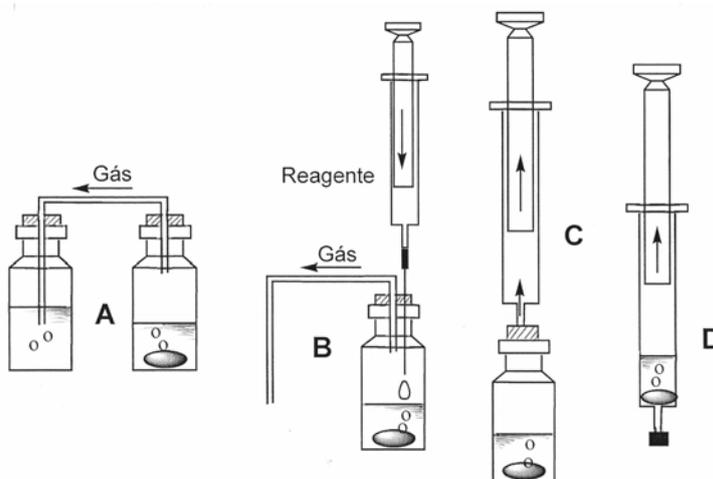

Fig. 3 - Produção de gases
O primeiro dispositivo consiste num pequeno frasco com rolha de cortiça [fig. 3-A] atravessada por um tubo de saída (tubo de vidro de pequena secção), com ou sem “funil de carga” (seringa de injeções adaptada a uma agulha que atravessa a rolha [fig. 3-B]).
O gás pode ser recebido numa simples seringa de vidro, de 50-100 mL de capacidade, que se adapta à rolha [fig. 3-C]. A seringa pode, também, servir para gerar gás no seu interior [fig. 3-D], em especial quando se deseja evitar a libertação de gás para a atmosfera.
- b) Por borbulhamento numa solução aquosa de um reagente [Fig.3-A], para mostrar uma propriedade do gás (por exemplo, para mostrar as suas propriedades básicas do NH_3 na presença de um indicador de ácido-base).
6 – Preparação de gases do modo tradicional [fig. 3-A]]